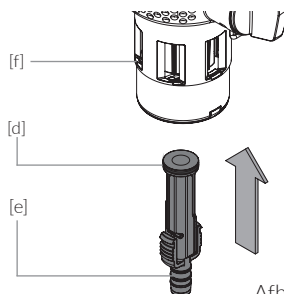

Afb. 8.2
/ Draai de terugspoelhendel [b] in de richting van de pijl 90° terug (Afb. 8.2) naar de uitgangspositie.
- / volgens hoofdstuk 8 Terugspoelen, Afb. 8.2 Draai de terugspoelhendel 90° terug in de richting van de pijl.